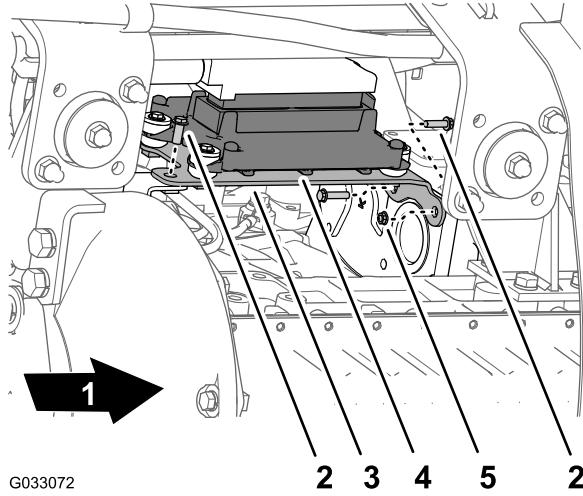

Figura 95
1. Allineate i fori della staffa di montaggio del modulo di controllo del motore con il foro nella staffa di supporto del motore e del vano accessorio del motore (Figura 95).